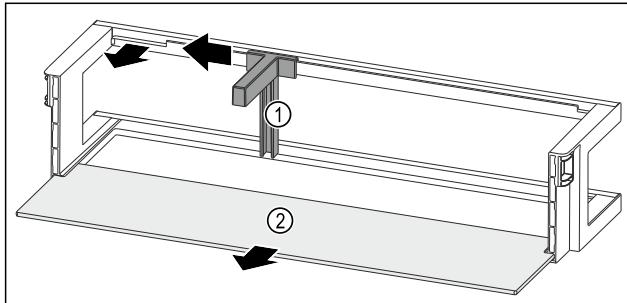

Fig. 116 Рафт на врата с препрата за бутилки и рафт
- Пълзнете препрата за бутилки Fig. 116 (1) настрани до прореза.
- Свалете препрата за бутилки Fig. 116 (1).
- Свалете рафта Fig. 116 (2).